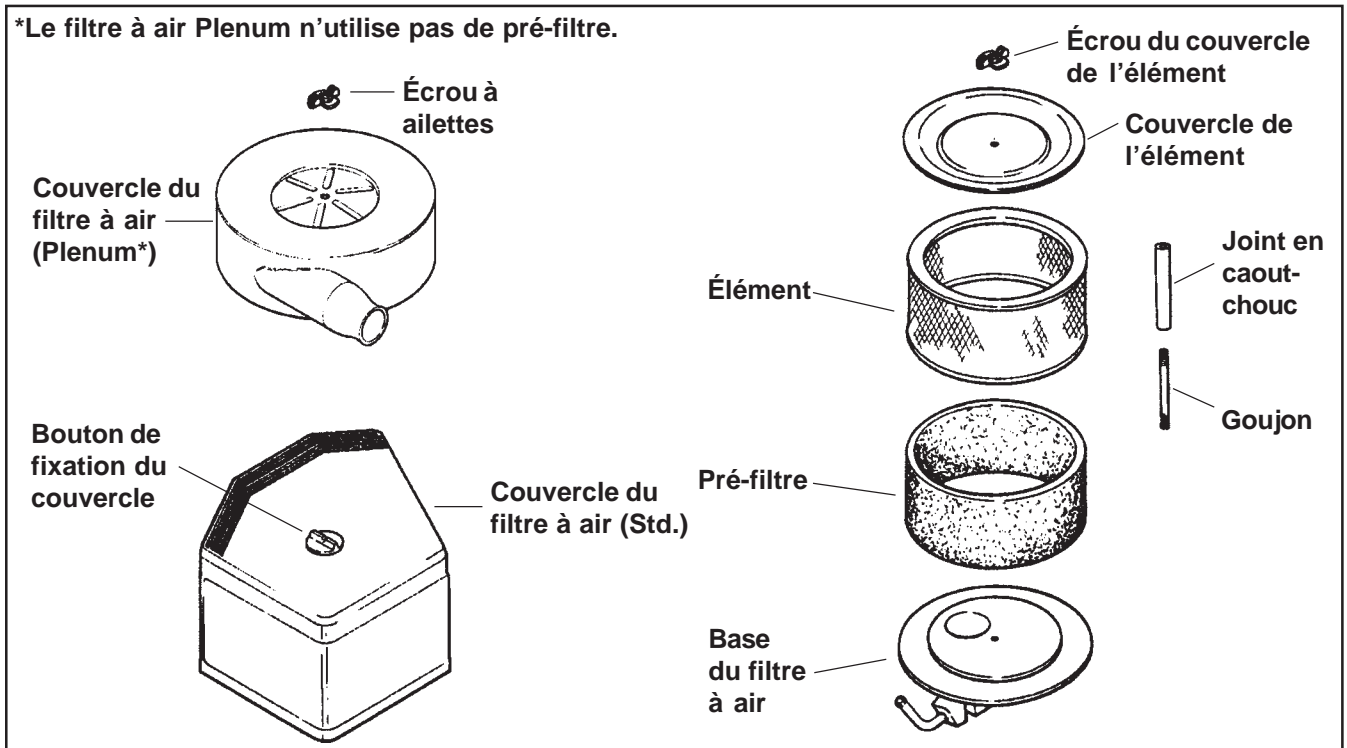

Figure 4-6. Composants du filtre à air – Pour tondeuses commerciales.
1. Retirer les composants du filtre à air de la base du filtre à air (voir la Figure 4-6).